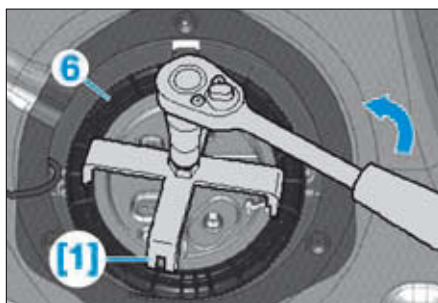

FIG. 28
- [1]. Clé pour bague de fixation de la pompe de préalimentation (réf Audi : T40068 A) (Fig.28).
- Dévisser la bague de maintien (6) avec l'outil [1] (Fig.28).